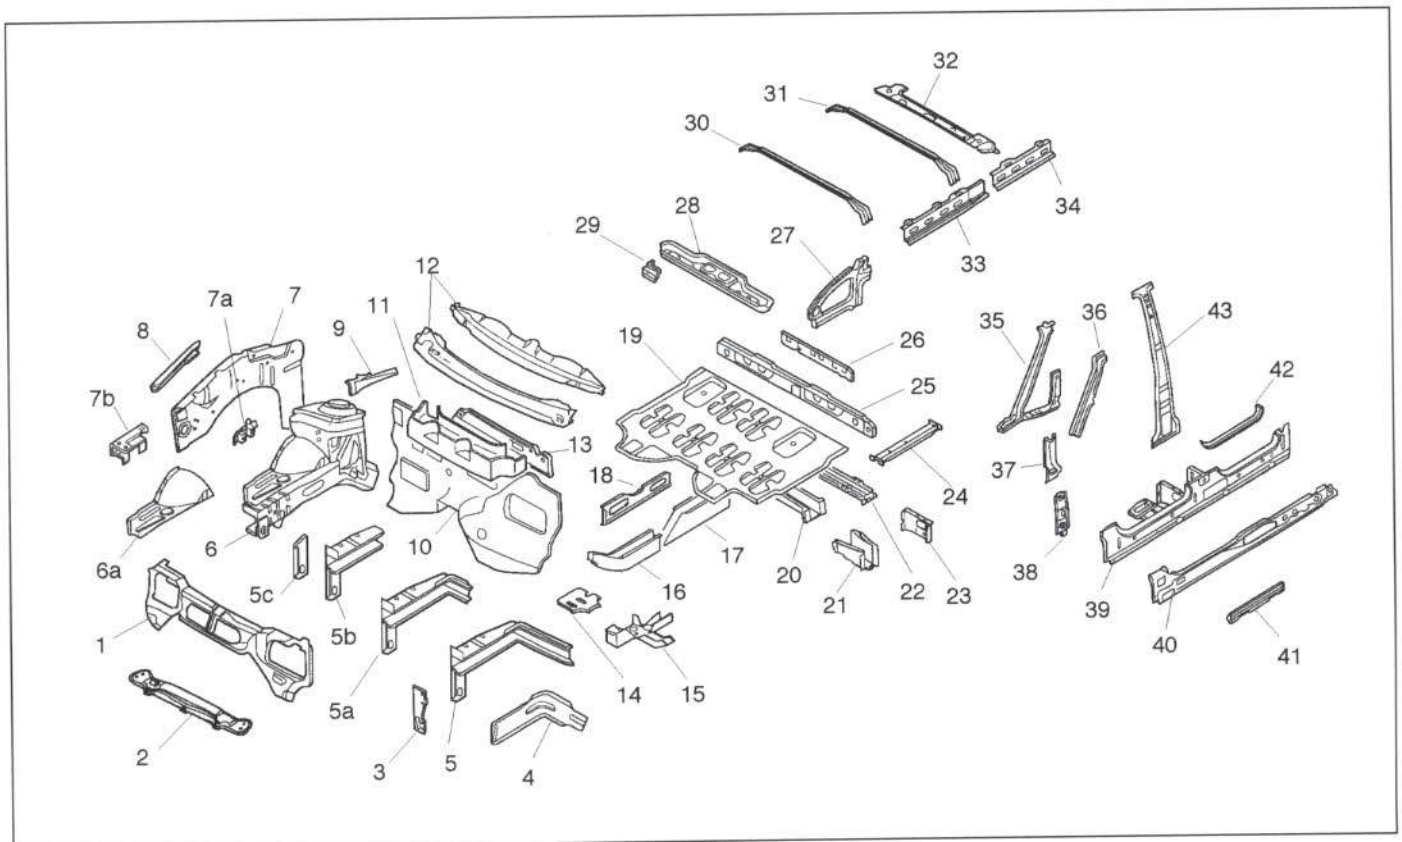

Figura 8.- Despiece interior delantero y central
- Interior delantero y central (figura 8).